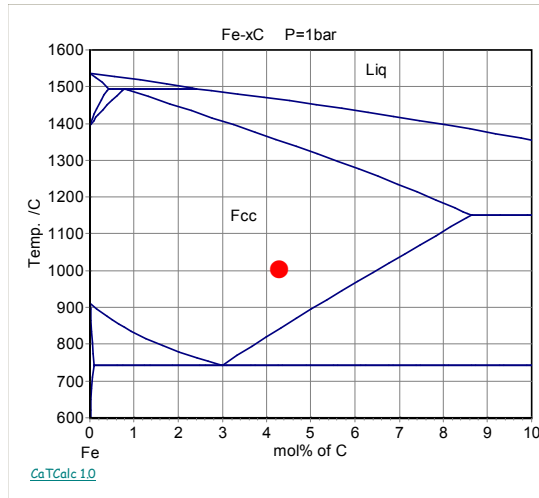
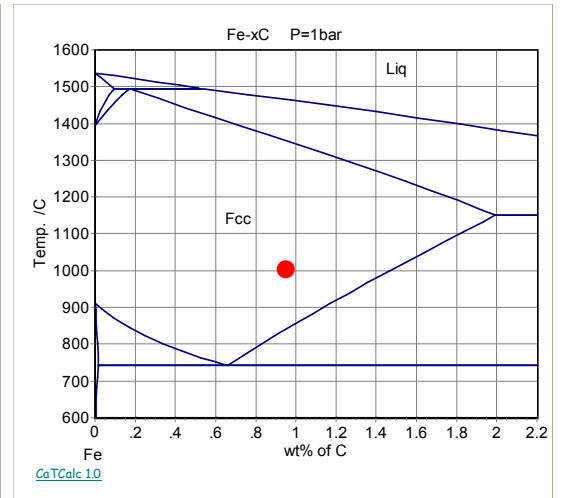

図 1 Fe-C 2 元系状態図
図 2 Fe-C 2 元系状態図
- 最初に Fe-C 2 元系状態図を CaTCalc ソフトウェアを用いて計算した。図 1 と図 2 に結果を示す。4.08mol%C の位置を●印で示す。オーステナイト\_γ\_Fcc 相には数%の炭素が固溶する。